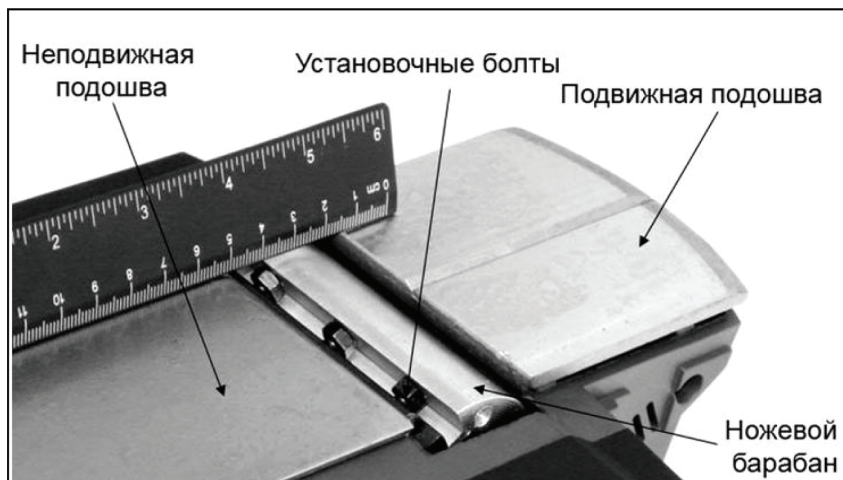

Рис. 9
- Ослабьте с помощью рожкового ключа установочные болты (Рис.9).